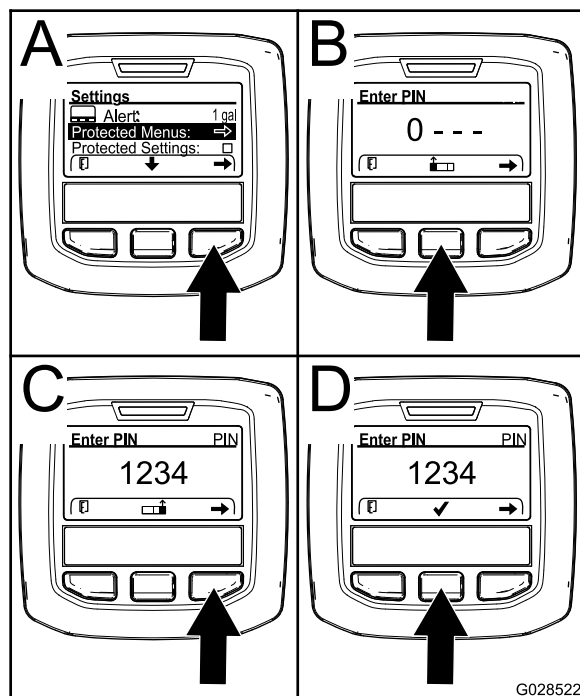

Рисунок 27
2. В меню SETTINGS (Настройки) с помощью средней кнопки прокрутите меню вниз к позиции PROTECTED MENU (Защищенные меню) и нажмите правую кнопку (Рисунок 27А).
3. Чтобы ввести ПИН-код, нажмите среднюю кнопку и удерживайте ее в нажатом положении до появления первой цифры, затем нажмите правую кнопку, чтобы перейти на следующую цифру (Рисунок 27В и Рисунок 27С). Повторяйте этот пункт до тех пор, пока не будет введена последняя цифра, затем нажмите правую кнопку еще раз.